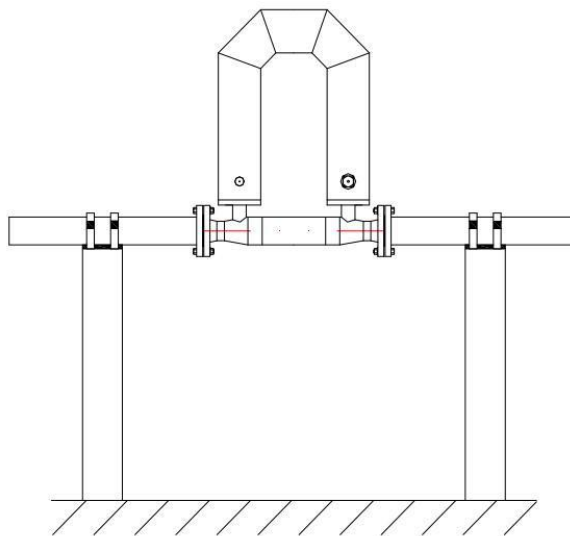

图 2.2
2、当质量流量计测量气体时，壳体应向上安装，如图 2.2 所示，防止液体聚集在传感器振管内。